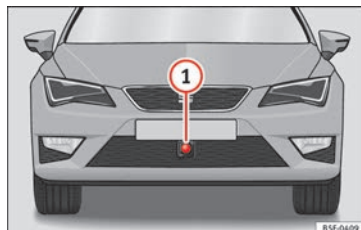

Fig. 196 Au niveau du pare-chocs avant : capteur radar.
Un capteur radar est monté dans le pare-chocs avant pour détecter la situation de la circulation » **fig. 196 ①**. Ce capteur permet de détecter des véhicules circulant à l'avant à une distance de 120 m environ.